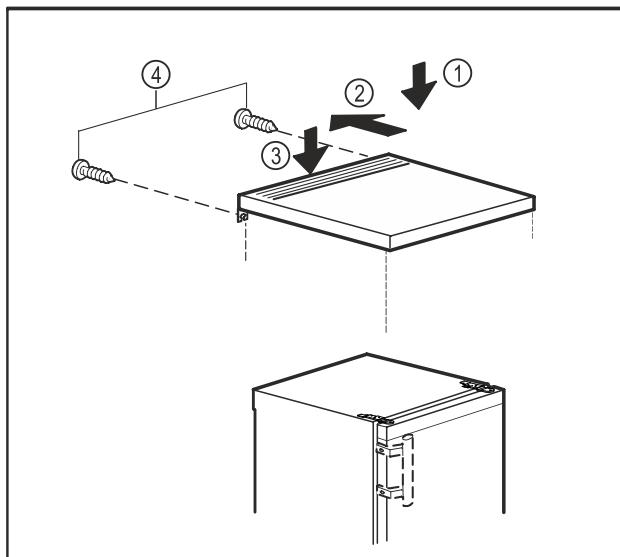

Fig. 10
- Поставете плота на масата върху уреда. Fig. 10 (1)
- Преместете плота на масата назад. Fig. 10 (2)
- Натиснете надолу плота на масата. Fig. 10 (3)
- Затегнете винтовете от задната страна. Fig. 10 (4)